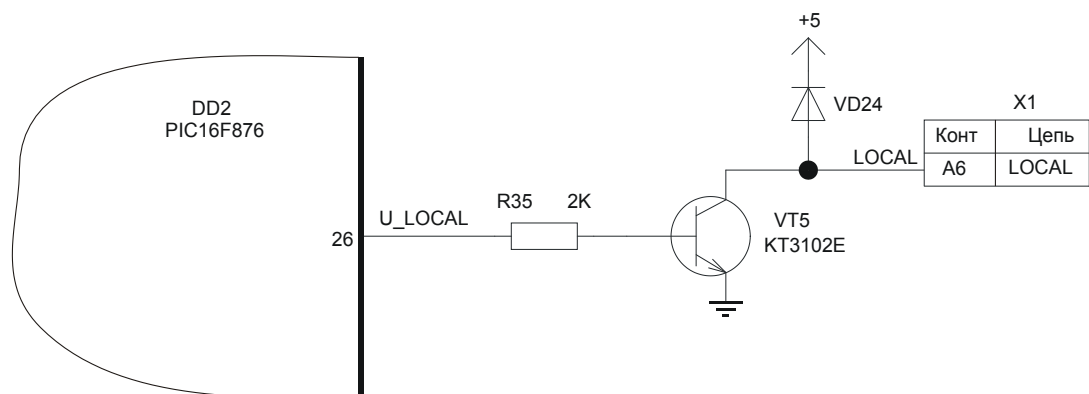

Рисунок 20. Управление реле LOCAL
Микропроцессор DD2 управляет реле подключения к аудиолинии LOCAL (расположено на коммутационной панели БДКЛ) через транзистор VT5 (см. рисунок 20). Сигнал управления выдается через вывод U\_LOCAL (26) микропроцессора. Далее через резистор R35, ограничивающий базовый ток, сигнал подается на базу транзистора VT5. С коллектора транзистора сформированный сигнал управления подается на вывод А6 разъема X1. Диод VD24 подключен параллельно катушке реле и предназначен для ограничения положительных выбросов напряжения в моменты включения/выключения реле.